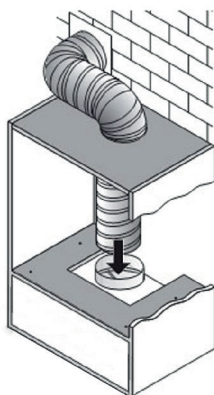

Рис. 5
4. Соедините воздухопровод с адаптером вытяжки. (Рис. 5) Выведите другой конец воздухопровода в вентиляционный канал или шахту.